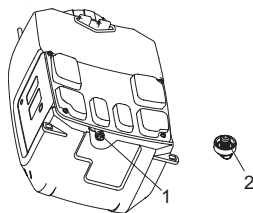

Рис. 15
4. Отвинтите красный колпачок, чтобы открыть отверстие для подачи воды, а затем подсоедините отверстие к водопроводному крану. Убедитесь, что уплотнительное кольцо находится внутри красного колпачка. См. Рис. 15.